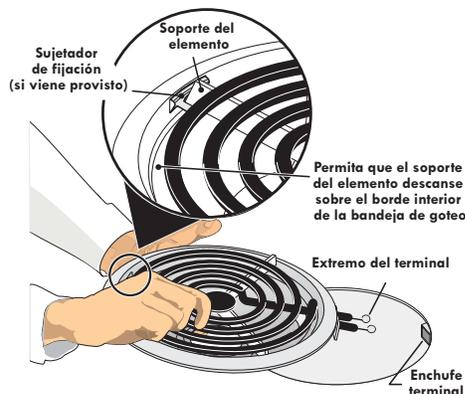

Figura 15: remoción de bandeja de goteo y serpentín
1. Deslice el extremo de terminales del elemento a través de la abertura del platillo protector (vea la figura 15).